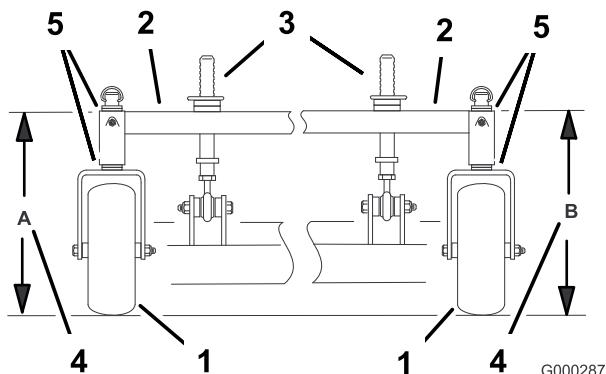

Figure 81
- Mesurez la hauteur du bâti porteur au point **A** (Figure 81).
- Mesurez la hauteur du bâti porteur au point **B** (Figure 81).